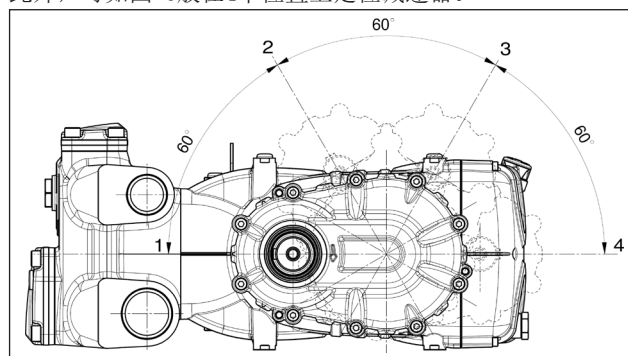

图 6
~ 4.8公升：适用于带减速器（部件号① 和 ④）的型号（图 6）。这一数量对于部件号 ② 和 ③ 将略低。
此外, 可如图 6般在4个位置上定位减速器。